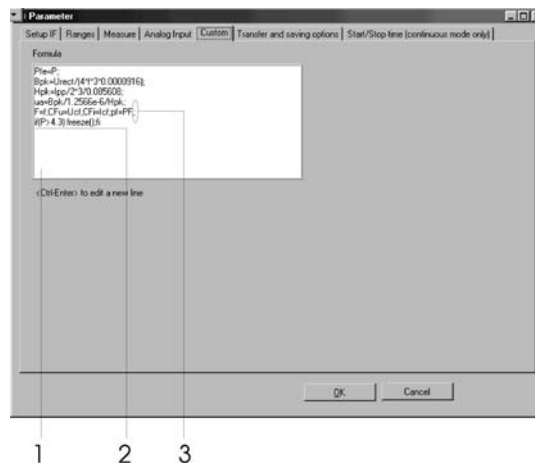

Abbildung 9
TERM-L5 ermöglicht die Eingabe einer Formel bzw. eines Skriptes für den Formeleditor des LMG und spielt die Formel bzw. den Skript beim Initialisieren der Messung ins Gerät ein. Dafür verwendet man das Kasten „Formel“ (1) auf der Seite „Custom“ (Abb. 9).